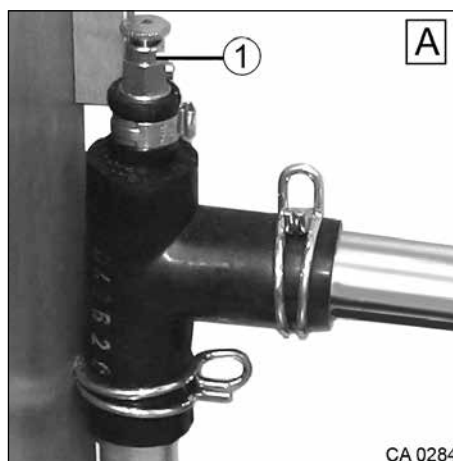

Fig. 145 Soupape de purge
1. Ouvrir la soupape de purge lentement au moyen de la vis de purge (Fig. 145, pos. 1) et la laisser ouverte jusqu'à ce que plus d'air n'en sorte.